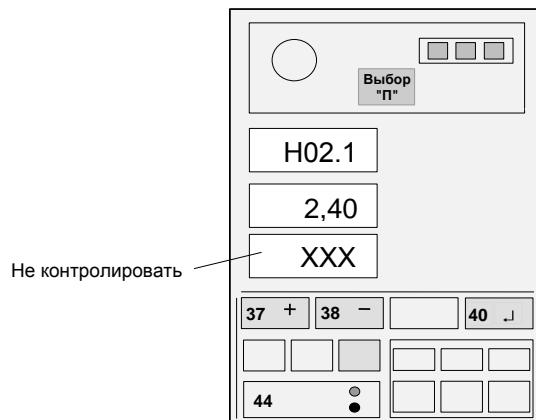

Рисунок 15
Нажать на время 1 с кнопку "Л" (40) и, проконтролировав короткий звуковой сигнал, отпустить кнопку (см. рисунок 15).